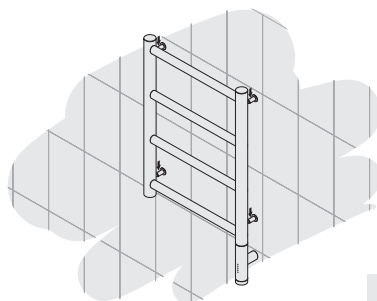

Рис.14
4.2.10. Произвести установку полотенцесушителя, используя стопорные винты (рис. 14).